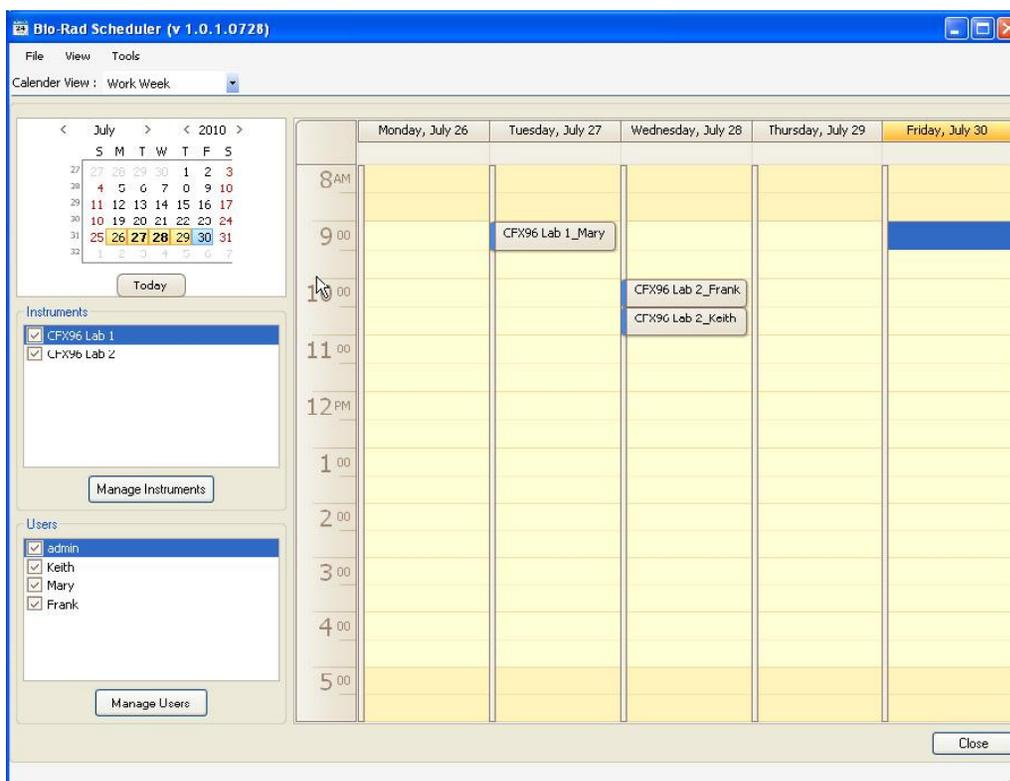

Рис. 16. Главное окно программы диспетчера
2. Для добавления нового прибора выберите **View > Instrument Details (Вид > Информация о приборе)** или щелкните на кнопке **Manage Instruments (Управлять приборами)** под перечнем Instruments (Приборы) (Рис. 16) в главном окне диспетчера. В окне Instrument Details (Информация о приборе) введите имя прибора в столбце Name (Имя). Выберите модель в ниспадающем меню или оставьте поле пустым для включения в него не перечисленных типов приборов. Ввод серийных номеров основного блока и оптического реакционного модуля является опциональным.